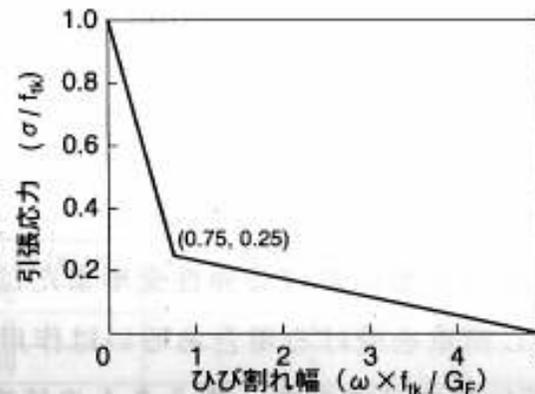

図 3.2.2 引張軟化曲線
(2) 引張軟化曲線は，図 3.2.2 に示したモデル化されたものを使用してもよい。